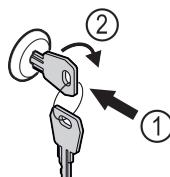

Fig. 160
- 按入钥匙。Fig. 160 (1)
- 将钥匙顺时针转动 90°。Fig. 160 (2)